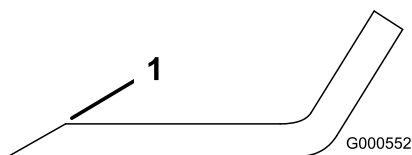

Figure 69
1. Au moyen d'une lime, aiguissez les tranchants aux deux extrémités de la lame (Figure 69).
Remarque: Si la lame est déséquilibrée, limez un peu l'extrémité de l'ailette seulement (Figure 69).